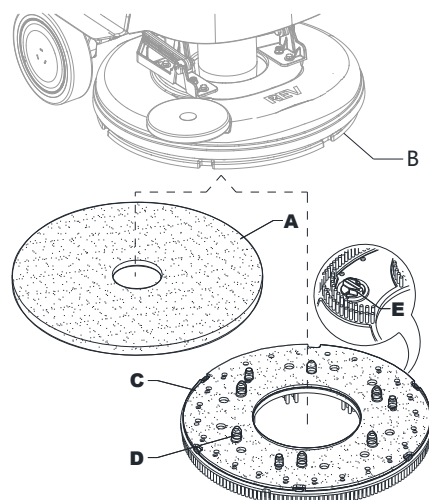

Рис. 5
1. Убедитесь, что платформа REV (41) поднята.
2. Выключите машину, нажав кнопку пуска/остановки (62).
3. В зависимости от типа проводимой уборки установите прокладку (А, рис. 5) или щетку (С, опция) и обратите внимание на следующее:
- Поместите щетку (С, опция) под платформу, а затем совместите центрирующие штифты (D) с соответствующими отверстиями приводного диска (В) и закрепите щетку тремя монтажными винтами (Е).